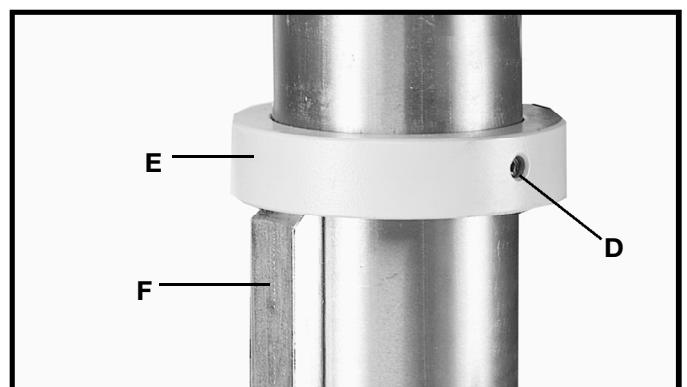

Fig. 9
5. Vuelva a ensamblar a la columna el anillo (E) Fig. 9 que fue quitado en el **PASO 1. IMPORTANTE**: El fondo del anillo (E) **NO DEBE** ser empujado hasta el fondo sobre la parte superior del soporte de elevación (F). **ASEGURESE** que la parte superior del soporte de elevación (F) esté por debajo del anillo (E) y que exista suficiente libranza como para permitir la rotación del soporte (F) alrededor de la columna. **APRIETE ENTONCES EL TORNILLO DE FIJACION (D)**, PROCURANDO NO APRETARLO EXCESIVAMENTE.